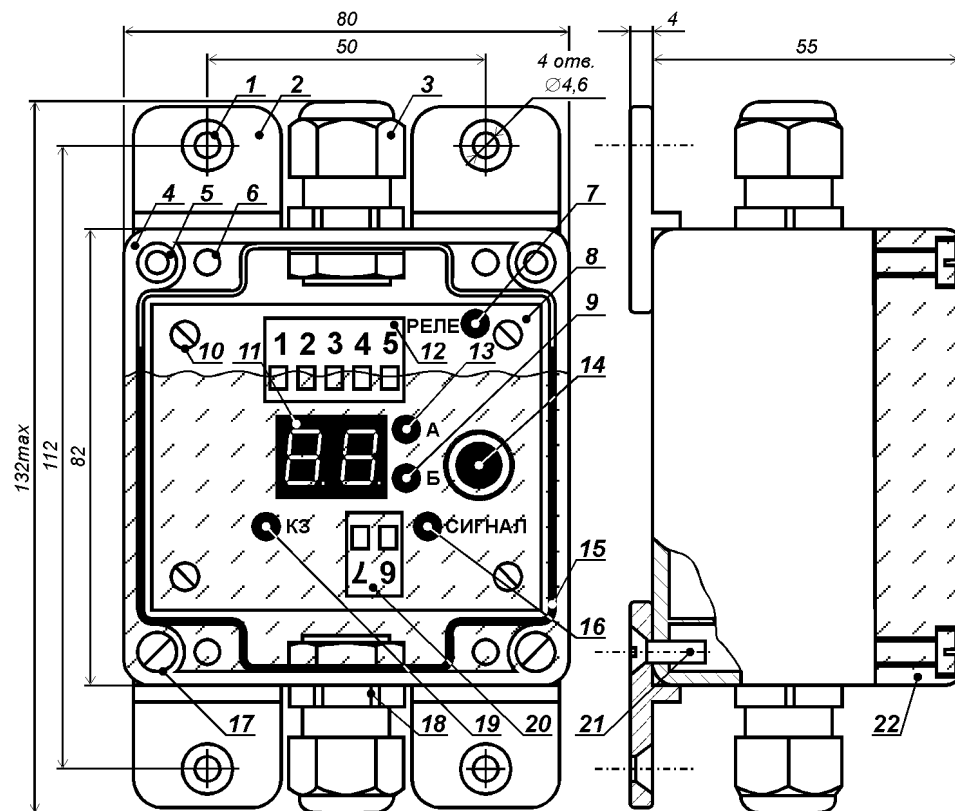
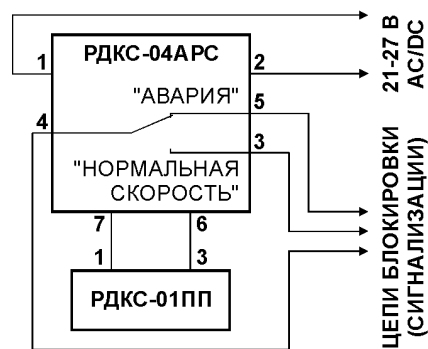

Рис. 2. Конструкция реле скорости РДКС-04АРС.
Рис. 9. Схема соединений составных частей УКС и назначение внешних клемм.
Конструкция реле скорости РДКС-04АРС (далее именуемого «РС») показана на рис. 2. Устройство размещено в пластмассовом корпусе [поз. 4], который закрыт прозрачной крышкой [поз. 22] через уплотнитель [поз. 15] четырьмя винтами [поз. 17]. Винты вворачиваются в резьбовые втулки [поз. 5], запрессованные в стенках корпуса.
- светодиод: «Реле» [поз. 7], показывающий состояние выходных контактов РС. Светодиод горит, когда контакты находятся в положении «Нормальная скорость» (рис. 9).
Схема подключения УКС изображена на рис. 9.
После подачи питания и до нажатия на энкодер [поз. 14 на рис. 2] РС находится в режиме «Работа». Светодиод «А» [поз. 13 на рис. 2] горит, если скорость механизма выше номинальной, а светодиод «Б» [поз. 9 на рис. 2] – если ниже. Цифровое табло [поз. 11 на рис. 2] показывает процент отклонения текущей скорости механизма от номинальной. Если отклонение превысило заданный порог и это превышения длится дольше заданной задержки, то контакты выходного реле РС переходят в положение «Авария» (рис. 9). При изменении скорости на 50 % и более задержка отсутствует. Цифровое табло отображает зафиксированный процент изменения скорости: если скорость в момент отключения была выше номинальной, то горит светодиод «А», а если ниже – то светодиод «Б». В случае принудительного (минуя контакты РС) пуска механизма, когда его скорость войдёт в допустимый диапазон и пройдёт заданное время задержки, контакты реле вернутся в положение «Нормальная скорость» (рис. 9).
В режиме «Автонастройка» РС запоминает текущую скорость объекта, в дальнейшем принимая её за номинальную (за 100%). Контакты реле переходят в положение «Нормальная скорость» (рис. 9) и одновременно мигают светодиоды «А» и «Б».
4. Если при подаче напряжения на РС загорается светодиод «КЗ» [поз. 19 на рис. 2], то следует проверить правильность выполнения п. 1 или устранить короткое замыкание в линии связи между ПП и РС.